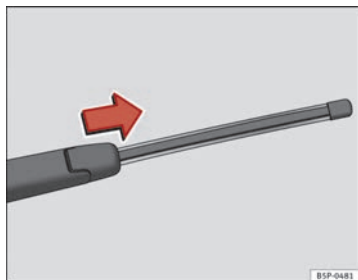

Abb. 139 Heckwischerblatt abnehmen
- Klappen Sie den Scheibenwischerarm von der Heckscheibe weg ⇒ Abb. 139.
- Schieben Sie den Wischerblattadapter in Pfeilrichtung und ziehen Sie das Wischerblatt ab ⇒ Abb. 139.